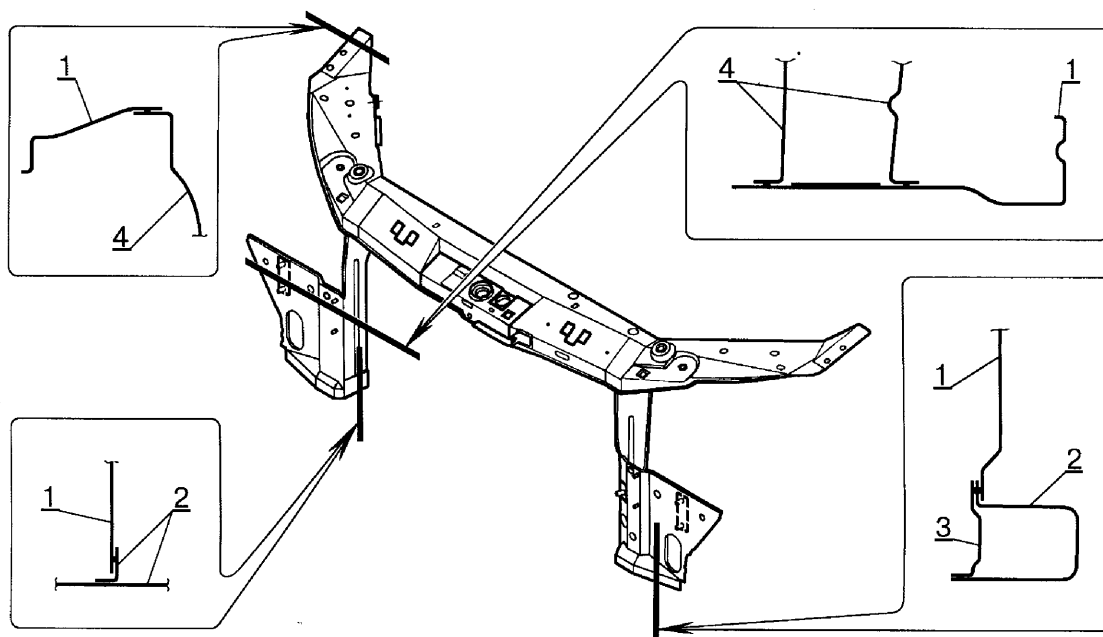

Рис.5. Соединение рамки 1118-8401050 радиатора в сборе* с сопрягаемыми деталями (при снятых передних крыльях).
* При замене поперечины 1118-8401060 рамки радиатора верхней в сборе или стойки 1118-8401290/291 рамки радиатора в сборе правой/левой см. рис.5 и 6, табл.5 и 6.